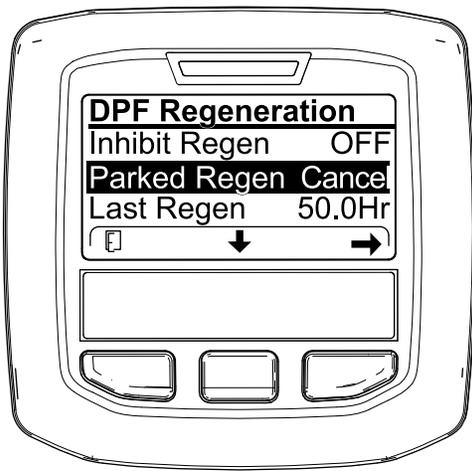
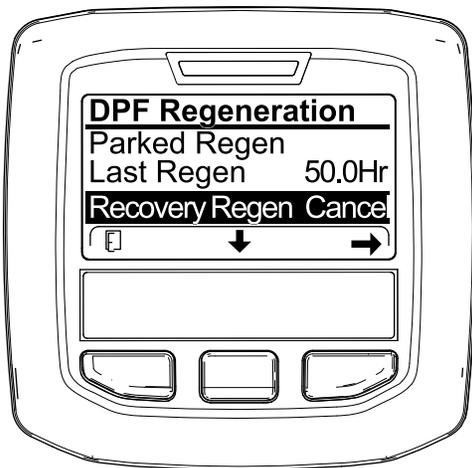

Figura 64
Figura 65
- Acceda al menú DPF Regeneration (Regeneración de DPF) (Figura 64).
2. Pulse el botón central para desplazarse hacia abajo, hasta la opción PARKED REGEN CANCEL (Cancelación de regeneración con máquina aparcada) (Figura 64) o la opción RECOVERY REGEN CANCEL (Cancelación de regeneración de recuperación) (Figura 65).
3. Pulse el botón derecho para seleccionar la opción Regen Cancel (Cancelación de regeneración) (Figura 64 o Figura 65).